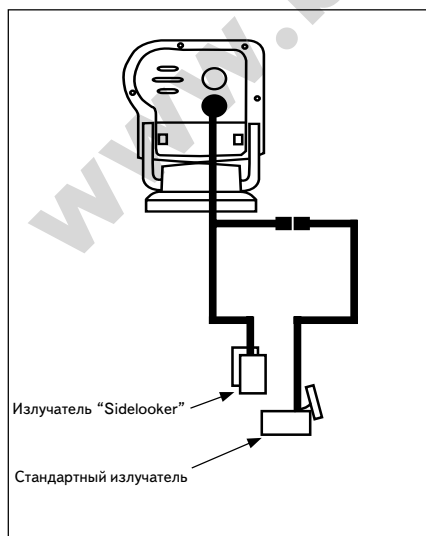

Рис.2-13
1. Если предполагается установка излучателя бокового обзора "Sidelooker", следует проложить 2 кабеля так, как это показано на рис.2-13. На кабеле излучателя "Sidelooker" имеется разъем для подключения кабеля стандартного излучателя.